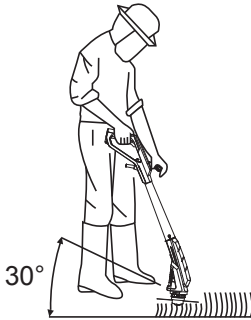

Fig. 8
4. Mantenha a cabeça do aparador (10) mesmo acima do solo, fazendo um ângulo de aproximadamente 30° (Fig. 8).